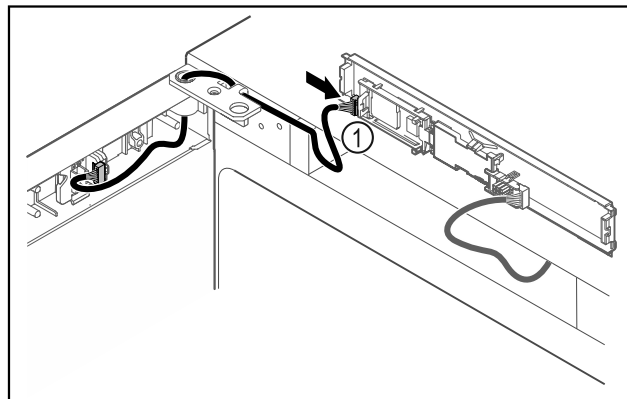

Fig. 48
- ▶ Συνδέστε το φιν Fig. 48 (1) στην πλακέτα.